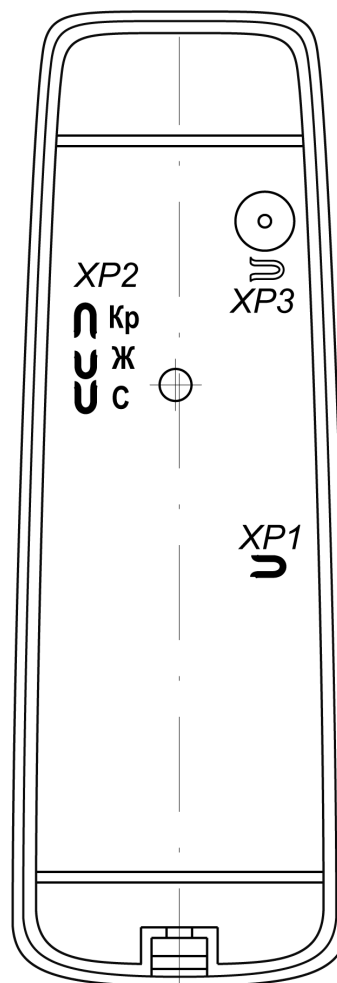

Рисунок 2. Расположение трех перемычек «номер считывателя» (**XP2**), перемычек «отключение концевого резистора» (**XP1**) и «тип выходного интерфейса» (**XP3**)
Номер считывателя от 1 до 8 задается с помощью конфигурационных перемычек **XP2** (см. рис. 2). Соответствие номера считывателя положению перемычек указано в таблице 2.
Для изменения формата выходных данных интерфейса *Wiegand* необходимо при монтаже считывателя перекусить кусачками соответствующие перемычки-проводом **XP2** (см. рис. 2), расположенные на тыльной стороне корпуса считывателя под металлическим основанием. Изменение формата выходных данных интерфейса *Wiegand* производится перекусыванием перемычек в соответствии с Таблицей 4.
Считывание кода подтверждается считывателем кратковременным миганием индикатора желтым цветом, сопровождаемое кратковременным звуковым сигналом. Для включения варианта управления «*double-line*» необходимо при монтаже считывателя перекусить кусачками перемычку-провод красного цвета «*single-double*» **XP2** (см. рис. 2), расположенную на тыльной стороне корпуса считывателя под металлическим основанием.
5. При работе с интерфейсом *RS-485* при помощи трех перемычек **XP2** (см. рис. 2) установите номер считывателя согласно п.5.1.1, для чего в соответствии с табл. 2 перекусите кусачками необходимые перемычки.
6. При работе с интерфейсом *RS-485* учтите, что с целью предотвращения искажений сигнала на концах линии связи *RS-485* должны быть установлены концевые резисторы. В считывателе **PERCo-IR19** такой резистор предусмотрен конструктивно. Если устанавливаемый считыватель не является конечным устройством на линии связи, то на нем необходимо отключить концевой резистор, для чего перекусите перемычку **XP1** (черного цвета, см. рис. 2). Проверьте наличие концевых резисторов на реальных концах линии связи интерфейса *RS-485*.